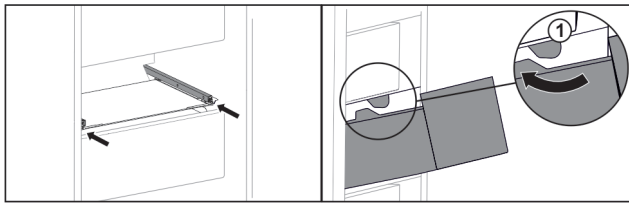

Fig. 149
- ▶ Vezesse el a fiókot az ütközők Fig. 149 (1) körül.